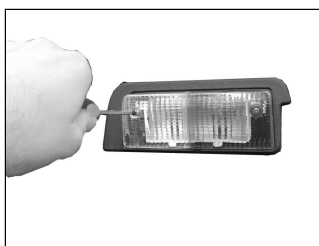

Figure 1
- Enlever le couvercle du feu (figure 1)